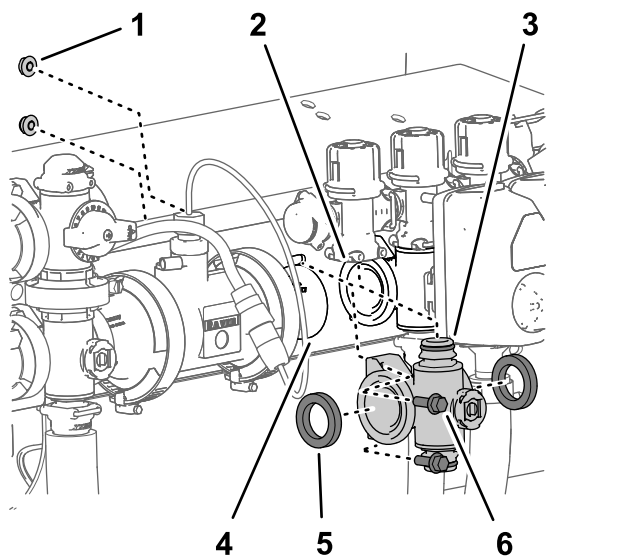

Рисунок 112
4. На коллекторах клапанов левой и правой секции выверните 2 болта с фланцем (1/4 x 3/4 дюйма) и 2 фланцевые контргайки (1/4 дюйма), которые крепят коллектор клапана секции к опоре клапана (Рисунок 112).
5. Чтобы освободить доступ к перепускному клапану секции, переместите коллектор клапана секции и прокладки вниз и в сторону от машины (Рисунок 112).